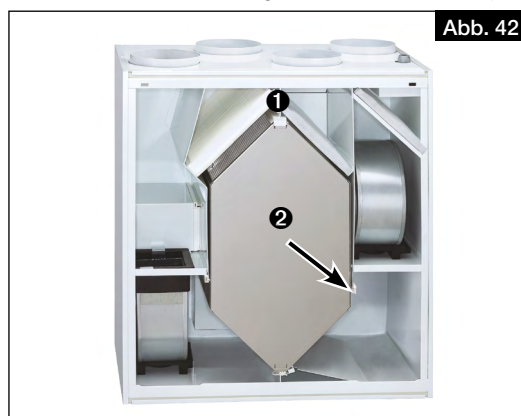

Abb. 42
3. Klemmleiste ❶ oben am Wärmetauscher herausziehen (s. Abb. 42).
4. Wärmetauscher ❷ vorsichtig aus dem Gerät ziehen (s. Abb. 42).